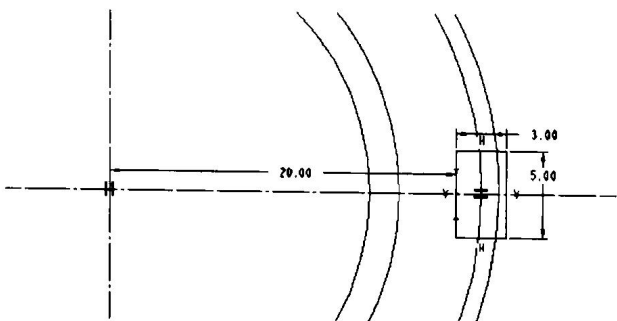

图 1-6 槽口绘制平面
6. 制作开槽。执行菜单管理器中的 Feature → Create → Solid → Cut → Extrude → Solid → Done 命令, 在新出现的菜单管理器中执行 One Side → Done 命令。选择螺母顶面后, 在出现的菜单管理器中执行 Okay → Default 命令。单击工具栏中的  按钮, 分别绘制两个与水平和垂直方向参照面重合的中心线。单击工具栏中的  按钮, 绘制如图 1-6 所示对称于水平中心线的矩形。单击工具栏中的  按钮后, 选取各个尺寸, 分别设置矩形与垂直中心线的距离为 20, 矩形宽为 3, 矩形高为 5。按